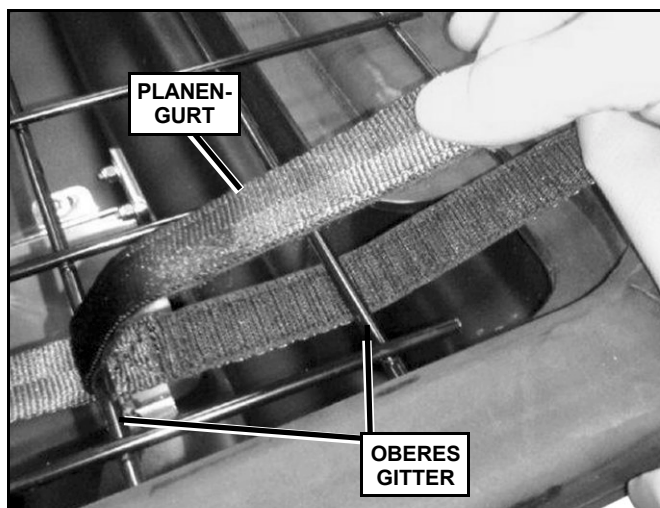

Abb. 1-3
4. Es sind zwei Haltegurte unter dem vorderen Rand der Plane an dem vorderen Ende des Trichters befestigt ist. Stecken Sie die Gurte auf jeder Seite unter zwei Verstreben des Gitters hindurch und führen Sie das freie Ende wieder oben auf das Gitter. (Siehe Abb. 1-3).